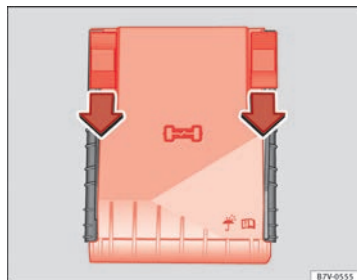

Fig. 202 Nel vano motore: coperchio della scatola dei fusibili.
- Spostare le linguette di blocco in avanti, nella direzione indicata dalla freccia, per sbloccare il coperchio della scatola dei fusibili ⇒ fig. 202.